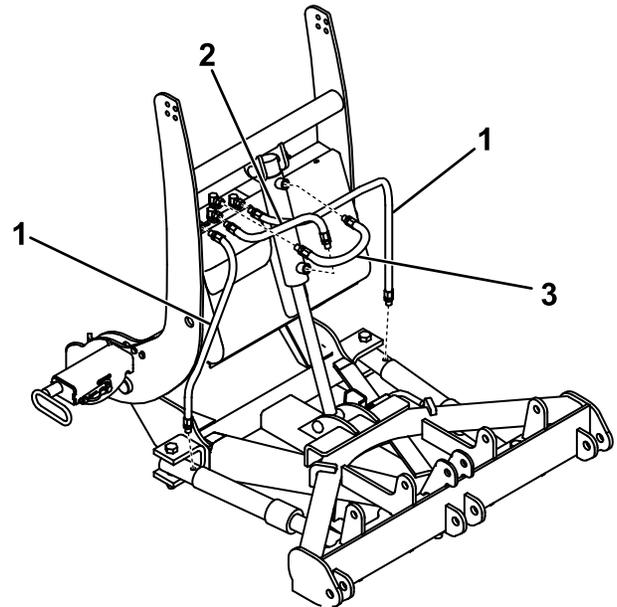

Bild 10
1. Befestigen Sie das $\frac{1}{4}$ "-Ende des mittellangen Schlauchs am mittleren Anschlussstück an der rechten Seite des Hydraulikverteilers (Bild 10). Drehen Sie das Anschlussstück, bis es handfest angezogen ist, und drehen es dann um weitere zwei oder drei Umdrehungen.
2. Setzen Sie einen $\frac{3}{8}$ " O-Ring in das Ende des mittellangen Schlauchs am unteren Anschlussstück am Hubzylinder ein (Bild 10). Drehen Sie das Anschlussstück, bis es handfest angezogen ist, und drehen es dann um weitere zwei oder drei Umdrehungen.
3. Befestigen Sie das $\frac{1}{4}$ "-Ende des langen Schlauchs am rechten Anschlussstück des Hydraulikverteilers (Bild 10). Drehen Sie das Anschlussstück, bis es handfest angezogen ist, und drehen es dann um weitere zwei oder drei Umdrehungen.
4. Verwenden Sie Gewindespermittel und schließen Sie das $\frac{3}{8}$ " Ende des langen Schlauchs am rechtwinkligen Zylinderanschluss an (Bild 10). Drehen Sie das Anschlussstück, bis es handfest angezogen ist, und drehen es dann um weitere zwei oder drei Umdrehungen.
- Verwenden Sie Gewindesperrmittel und schließen Sie das eine Ende des kurzen Schlauchs am oberen Anschlussstück am Hubzylinder an (Bild 10). Drehen Sie das Anschlussstück, bis es handfest angezogen ist, und drehen es dann um weitere zwei oder drei Umdrehungen.
- Befestigen Sie das freie Ende des mittellangen Schlauchs am rückwärtigen Anschlussstück des Hydraulikverteilers (Bild 10). Drehen Sie das Anschlussstück, bis es handfest angezogen ist, und drehen es dann um weitere zwei oder drei Umdrehungen.